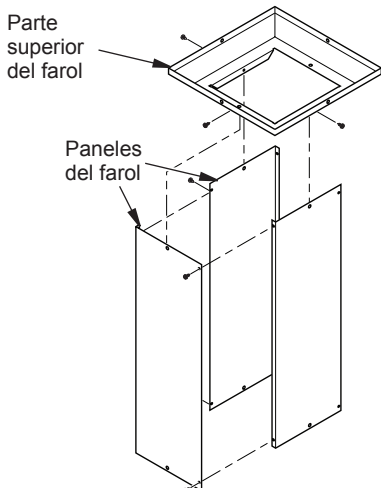

Figura 5 - Conjunto del panel y la parte superior del farol
1. Ubique los 4 paneles del farol que están empacados juntos. Ensamble 3 de las piezas con 4 tornillos (H), como se muestra en la figura 5.
2. Coloque la parte superior del farol sobre el conjunto de los paneles, alineando los orificios de los tornillos. Fijelo con 3 tornillos (H), como se muestra en la figura 5.